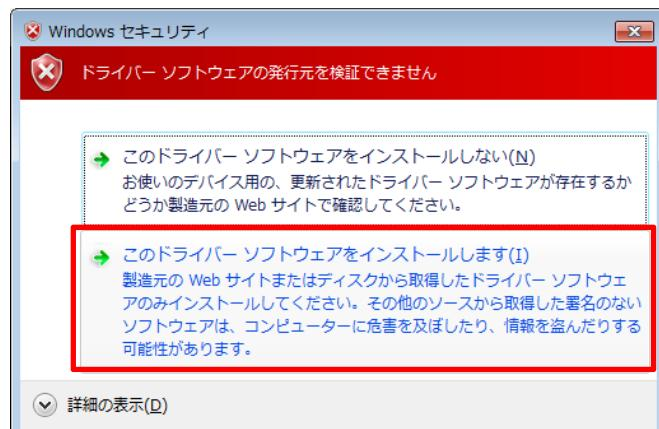

図 4.1-4 Windows セキュリティ
- Windows セキュリティの画面(図 4.1-4)が表示されたら、【このドライバーソフトウェアをインストールします】を選択してください。